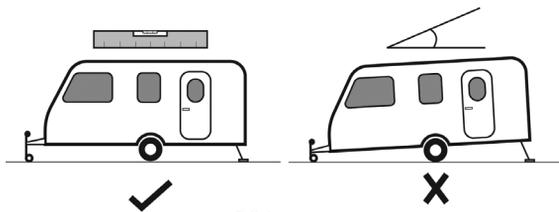

Bild 2
- (bild 2) Se till att din husvagn, husbil eller skåpbil står på en jämn yta och är säkrad.